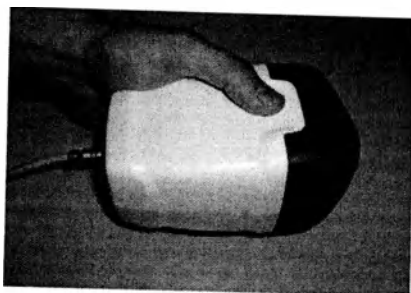

Рисунок 18. Правильное положение камеры
1. Правильное положение камеры показано на следующей фотографии (Рис. 18), согласно которой, сторона корпуса с выемкой должна быть обращена вверх.